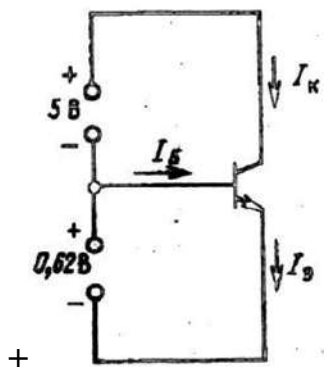

Рисунок 7
12. Транзистор, имеющий $\alpha = 0,995$, $I_{Э0} = 0,1$, $I_{Э0} = I_{К0} = 10\text{--}12 \text{ А}$, включен в схему (рис. 7). Определить напряжение коллектор -эмиттер УКЭ, а также токи.